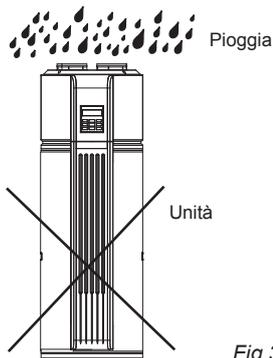

Fig. 3-6
- In caso di pioggia che entra nei componenti interni dell'unità, essi potrebbero venirne danneggiati o causare un pericolo fisico. (Fig. 3-6)